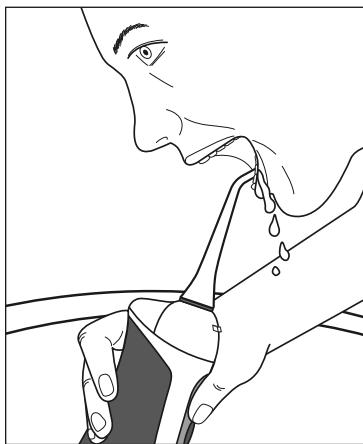

Fig. 1
- 4) Introduisez l'embout **2** dans la bouche pour éviter les projections d'eau. Penchez-vous au-dessus du lavabo et maintenez le corps de l'hydropropulseur **5** le plus verticalement possible (voir fig. 1). La buse **1** de l'embout **2** est dirigé vers les dents/espaces interdentaires.